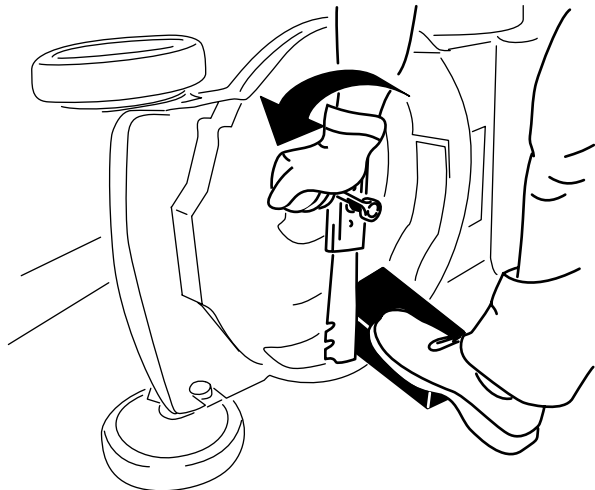

Figure 32
3. Immobilisez la lame avec un morceau de bois (Figure 32).
4. Déposez la lame mais conservez les fixations (Figure 32).